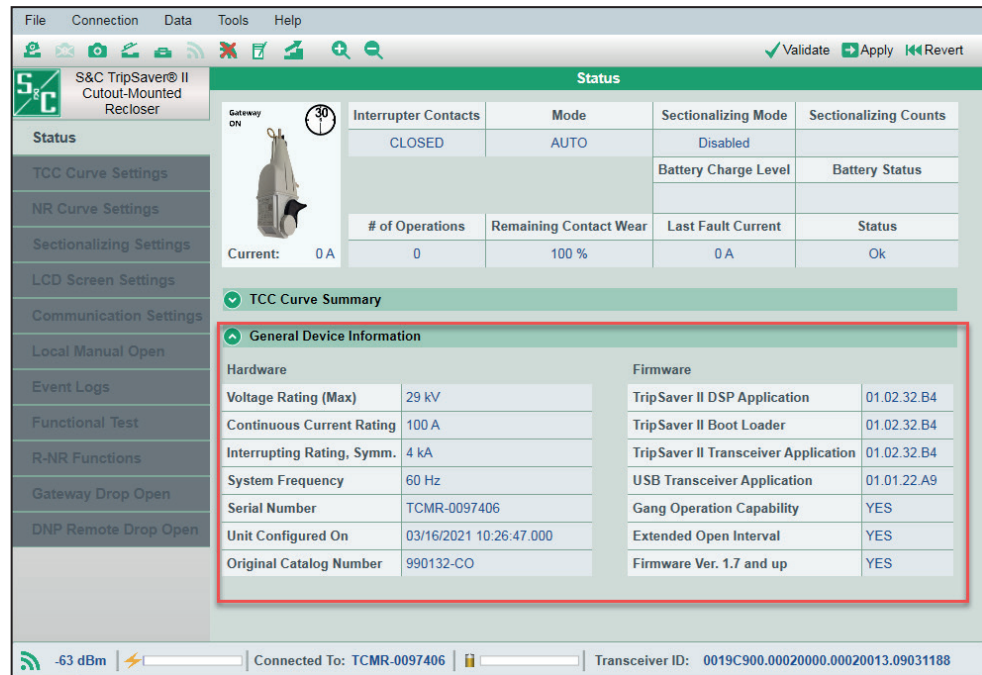

Figura 121. Área de Información General del Dispositivo.
La sección de “General Device Information” (“Información General del Dispositivo”) está colapsada por predeterminación. Usted puede expandir la sección dando clic en su título verde, está localizada en la parte inferior de la pantalla de *Status*. Ver la Figura 121.
**TripSaver II DSP Application (Aplicación).** Esto indica la versión del firmware DSP que está utilizando el reconectador TripSaver II conectado. Ver Figura 121 en la página 86.